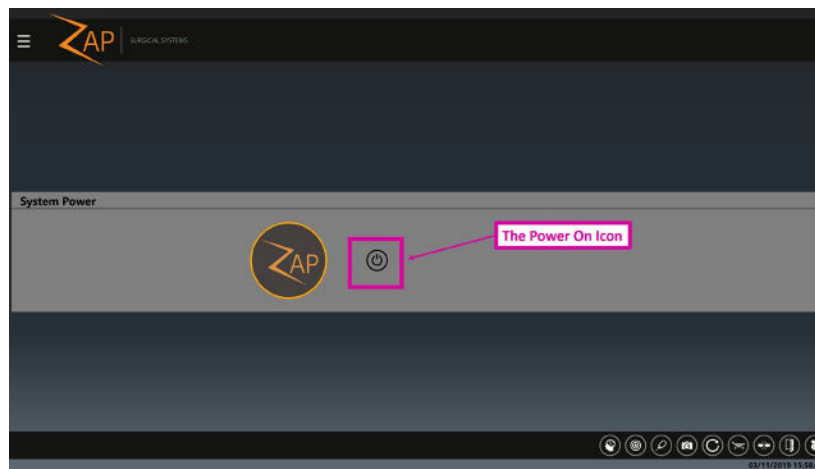

Figura 3.1.3 - Icona del tasto di accensione
- 2) La schermata principale dell'interfaccia utente mostra il pannello di controllo spento (figura 3.1.3). Fare clic sull'icona di accensione per avviare l'accensione del sistema.